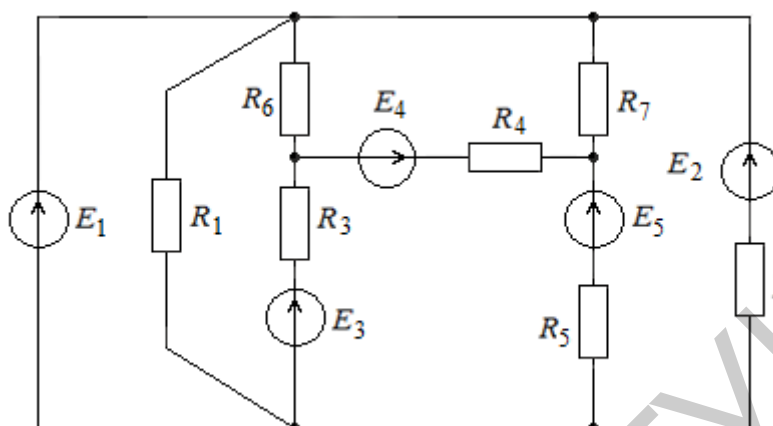

Рис. 117
50. В схеме (рис. 117) определить токи в ветвях методом узловых потенциалов, если $E_1 = 20$ В; $E_2 = 30$ В; $E_3 = 2$ В; $E_4 = 1,2$ В; $E_5 = 5,6$ В; $R_1 = 100$ Ом; $R_2 = R_6 = 50$ Ом; $R_3 = R_5 = 10$ Ом; $R_4 = R_7 = 20$ Ом.